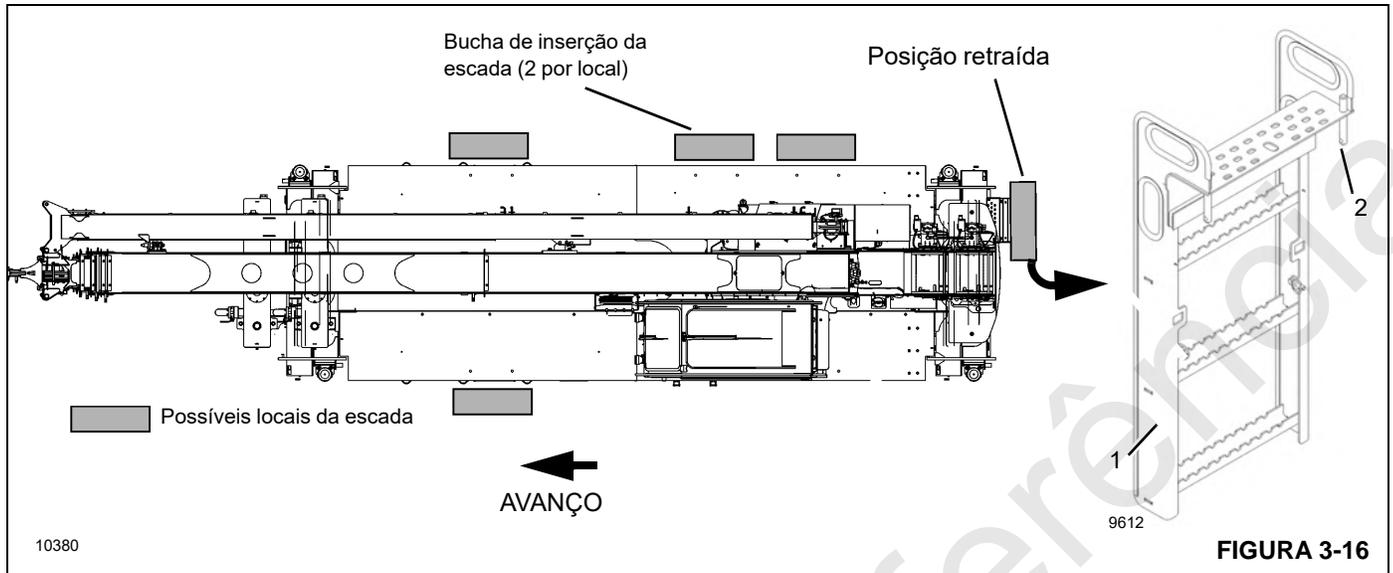
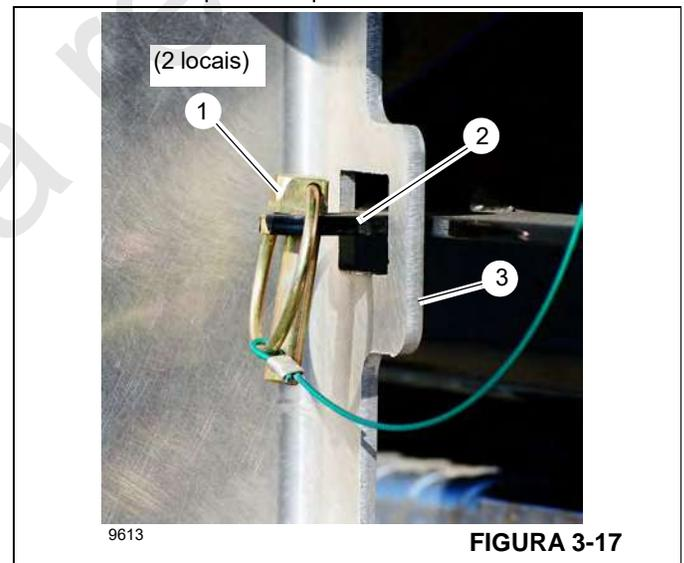

FIGURA 3-16
FIGURA 3-17
Utilize a escada móvel (1, Figura 3-16) retraída no para-choque traseiro direito (passageiro) para acessar diferentes áreas do tabuleiro. Na posição retraída, utilize a escada para acessar a parte traseira do guindaste e o tanque hidráulico e a área do guincho da superestrutura.
A escada móvel (1) também pode ser utilizada para acessar diferentes locais no tabuleiro a partir dos lados direito e esquerdo do guindaste. A Figura 3-16 mostra os locais possíveis. A escada deve ser retraída na posição do para-choque traseiro e fixada ao para-choque com chavetas antes do transporte.
1. Remova as chavetas (1, Figura 3-17) dos suportes (2).
2. Utilizando as alavancas, eleve a escada de modo que os pinos da escada (2, Figura 3-16) sejam removidos dos furos do para-choque traseiro.
1. Selecione o local para instalar a escada. Consulte a Figura 3-16 para ver os locais.
Para retrain a escada (1, Figura 3-16) no local de retração do para-choque traseiro para transporte:
1. Eleve e remova os pinos da escada (2, Figura 3-16) das buchas no tabuleiro.
2. Eleve a escada e instale os pinos da escada (2) nas buchas na parte superior do para-choque traseiro.
3. Instale as chavetas (1, Figura 3-17) nos suportes (2) para fixar a escada (3) ao para-choque traseiro.